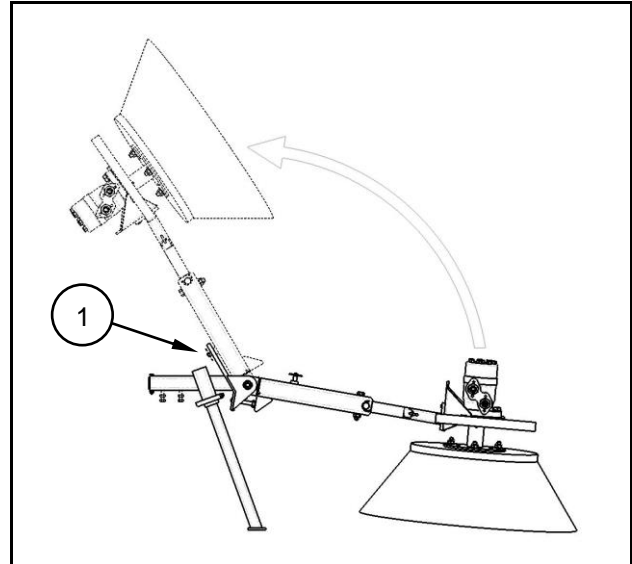

Bild 6.8
- Fäll upp sidoborsten och säkra med fjädersprinten (1).
- Skruva loss de tre sexkantmuttrarna (2) (fig. 6.8).
- Ta bort den gamla skivborsten (3).